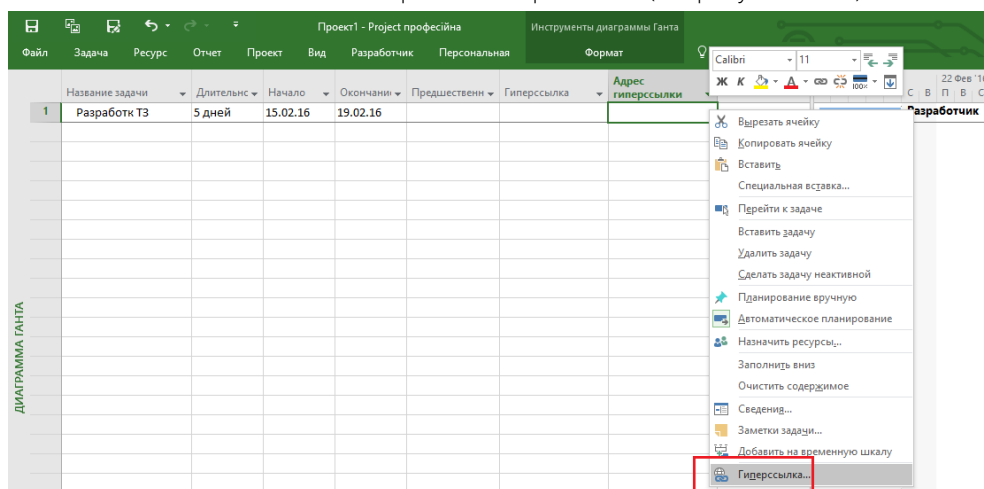

Рисунок 14.29 – Поле «Адрес Гиперссылки»
3. В файле Microsoft Project добавляем поле «Адрес гиперссылки», щелкаем на против нужной задачи правой кнопкой мыши и в меню выбираем «Гиперссылка» (см. рисунок 14.29).